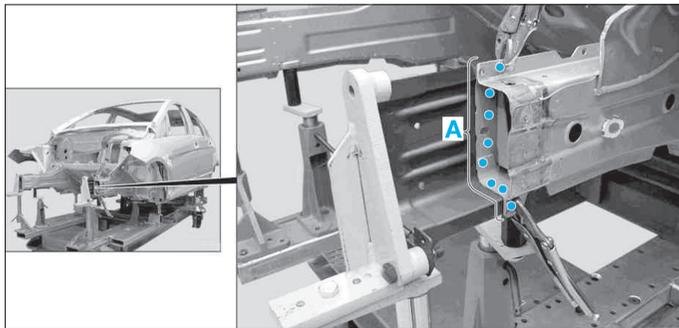

FIG. 2
- Souder la partie avant de longeron sur le longeron, zone (A) (Fig.2).